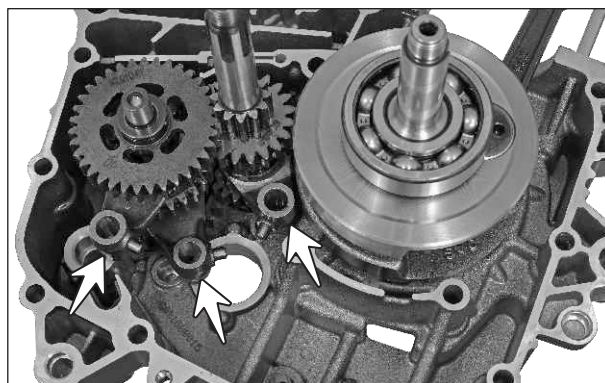

Fig. 3.160
- Monte las horquillas en sus posiciones correspondientes. (Fig. 3.160)